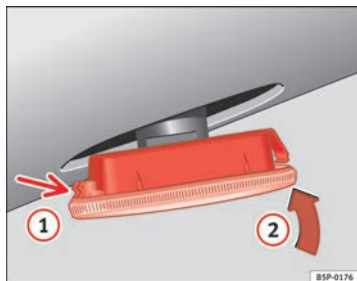

Abb. 175 Seitlicher Blinker
⇒ Abb. 175, Pfeil ①.
- Setzen Sie den Blinker in Richtung Pfeil ② ein ⇒ Abb. 175. ■